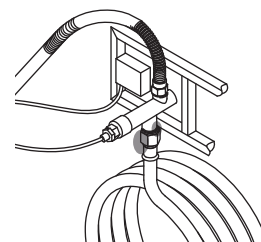

Figure 8
- Vooliku ja seadme gaasisisendi vahele (vt Figure 8)